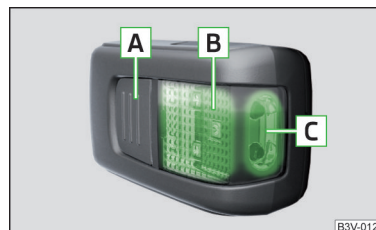

Fig. 153
Description de la lampe » fig. 153
- Pour **allumer** la lampe sortie, appuyez sur la touche **A** » fig. 153. En appuyant à nouveau, la lampe est **désactivée**.
Si vous n'éteignez pas la lampe et que celle-ci est correctement insérée dans son support, les diodes LED dans la partie avant **C** » fig. 153 de la lampe s'éteignent automatiquement.